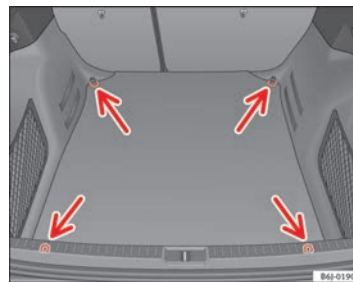

**Fig. 94 Disposición de las argollas de amarre en el maletero**
- Asegure la carga mediante las argollas de amarre ⇒ fig. 94 -flechas-.